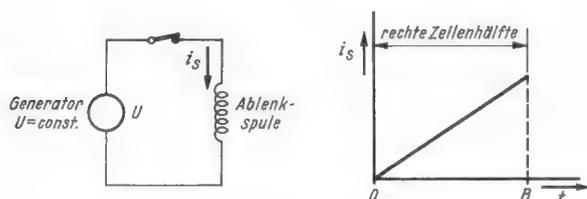
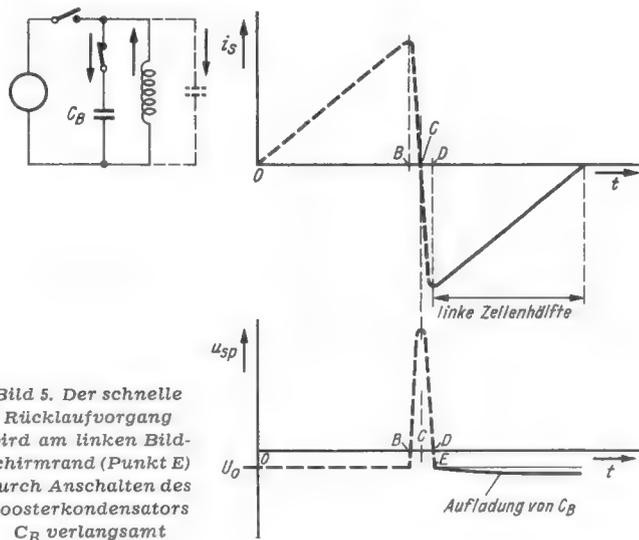
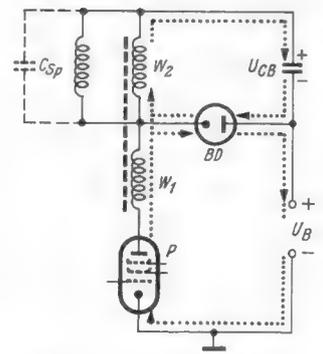
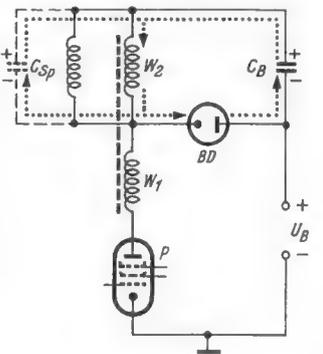

Bild 3. Prinzip der Zeilenablenkung: Ablenkstrom während der rechten Zeilenhälfte (Bildmitte zum rechten Bildrand)
Bild 5. Der schnelle Rücklaufvorgang wird am linken Bildschirmrand (Punkt E) durch Anschalten des Boosterkondensators C_B verlangsamt
Bild 7. Elektronenfluß zu Beginn der rechten Zeilenhälfte (s. Bild 3, Teil 0 bis B)
Bild 12. Elektronenfluß im Zeitpunkt E, nachdem die Boosterdiode leitend geworden ist; siehe Bild 5, Hinlauf linke Zeilenhälfte
Eine andere Art der Richtungsstereofonie ist in Bild 3 dargestellt. Man verwendet am gleichen Punkt ein zur Mitte M gerichtetes Nierenmikrofon. Es nimmt das volle Orchester auf. An derselben Stelle ist ein
a) Abschnitt 1 (Bild 3) — rechte Zeilenhälfte —
c) Abschnitt 3 (Bild 5) — linke Zeilenhälfte —
Wir beginnen die Betrachtung im Zeitpunkt 0, (vgl. Bild 3, 4, 5), also von Zeilenmitte ab. Die Steuerspannung sei nur schwach negativ, so daß durch die Endpentode Strom fließt. Aus diesem Grund ist die Boosterdiode BD leitend (Schalter, wie in Bild 3, geschlossen). Bild 7 zeigt den Elektronenfluß. Da die Diodenstrecke BD geöffnet ist, liegt an der Ablenkwicklung
Ist die Zeile ausgeschrieben, der Punkt B (Bild 3) erreicht, wird die Pentode durch eine große Impulsspannung am Steuergitter gesperrt. Die Stromrichtung durch die Ablenkspule bleibt erhalten, sie wird durch das die Spule umgebende und abnehmende Magnetfeld erzwungen. Infolge des steilen Spannungsanstieges an der Kapazität C_{sp} wird die Boosterdiode gesperrt (Bild 9). C_{sp} wird auf hohe Spannung aufgeladen (Polarität siehe Bild 9). Im Zeitpunkt C (Bild 5) ist die gesamte eingespeicherte magnetische Energie in statische Energie (Aufladung von C_{sp}) umgewandelt. Anschließend pendelt die Energie zurück. Die Spannung an C_{sp} treibt einen Strom in umgekehrter Richtung durch die Spule (Bild 10). Im Punkt D (Bild 5) hat dieser Spulenstrom seinen Höchstwert erreicht. Die Spannung an C_{sp} ist 0, d. h. die Schwingkreisenergie ist wieder als magnetische Energie in der Spule gespeichert.
Sehr schnell wird U_{Csp} größer als die Spannung am Boosterkondensator, dadurch wird die Boosterdiode leitend, das bedeutet das Schließen des in Bild 5 vor dem Boosterkondensator C_B gezeichneten Schalters. (Zeitpunkt E. Infolge des steilen Spannungsanstieges an C_{sp} liegen die beiden Zeitpunkte D und E sehr dicht beieinander). Der Spulenstrom fließt nun langsam in die beiden parallel geschalteten Kapazitäten:
C_{sp} und C_B . Dadurch wird C_B aufgeladen (Bild 12), d. h. die in der Spule eingegesperrte Energie wird als Aufladung von C_B zurückgewonnen. An den durch Bild 12 beschriebenen Vorgang schließt sich derjenige an, den Bild 7 zeigt, damit ist der Kreis geschlossen.